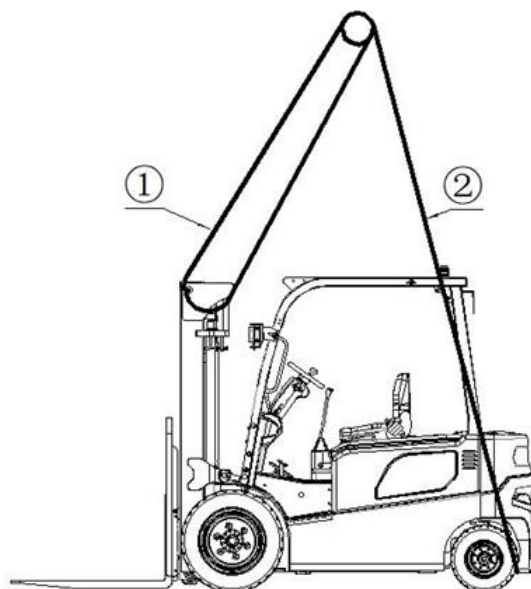

Рис. 4-9. Подъем вилочного погрузчика:
- Пропустить подходящую стропу (поз. (2) на Рис. 4-9) под вилочным погрузчиком и закрепить ее позади задних колес, проверив, что стропа проходит под плоским местом.
- Пропустить другую подходящую стропу под всеми перекладинами на верху мачты (поз. (1) на Рис. 4-9).